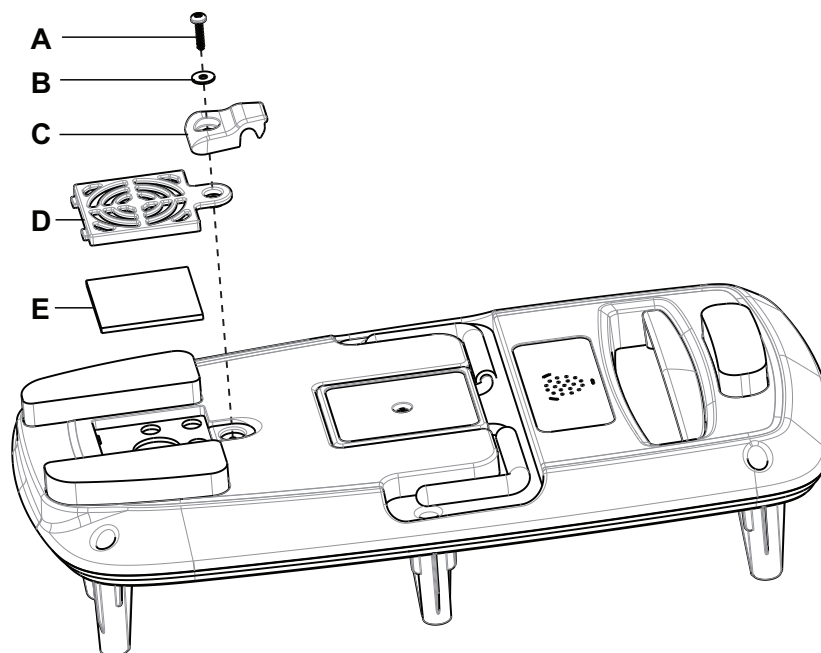

Figure 3 – Filtre à air
4. À l'aide d'une clé Torx T20, retirer la vis (A), la rondelle (B) et la poignée flexible (C) qui fixent la porte d'accès au filtre à air (D) au capot (Figure 3). Conserver la vis, la rondelle et la poignée flexible.